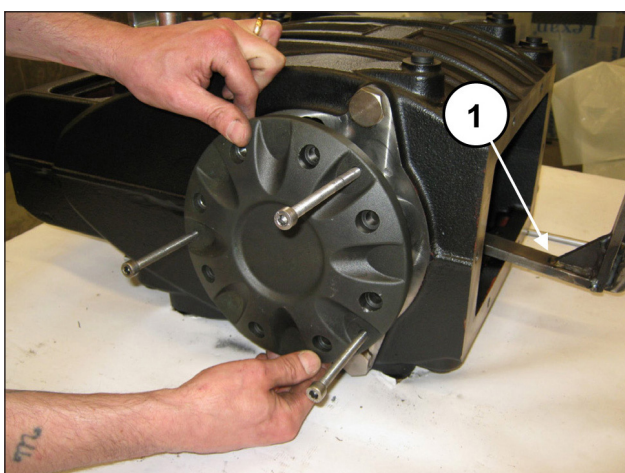

Abb. 30
Entfernen Sie den Lagerdeckel und stützen Sie dabei die Welle ab (Pos. ①, Abb. 30).